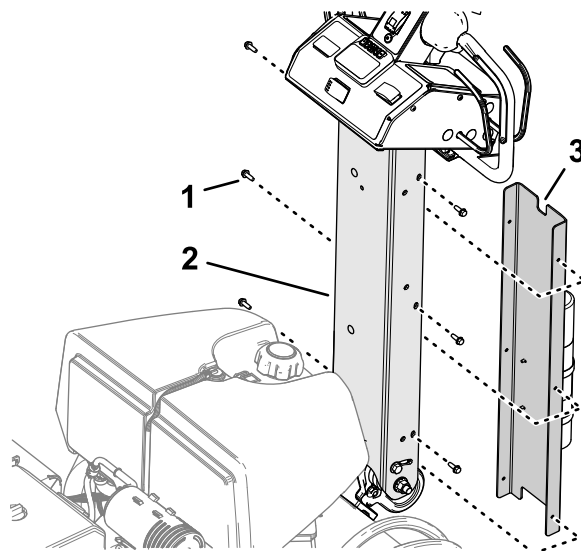

Figure 12
1. Installez le cache du timon en plaçant le petit cran dans en haut (Figure 12).